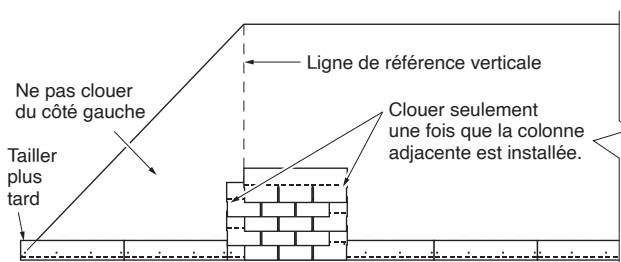

Figure 9-5 : Alignement à colonne simple
B. Pose en colonne simple (Figure 9-5)
4. Posez le premier bardeau des rangées subséquentes en alternant la séquence d'installation de la deuxième rangée et celle de la troisième rangée. Pour les rangées au numéro pair, chevauchez la ligne de référence verticale d'une demi-languette et laissez l'extrémité gauche sans clou. Pour les rangées au numéro impair, alignez le bardeau sur la ligne de référence verticale et laissez l'extrémité droite sans clou (Figure 9-5).